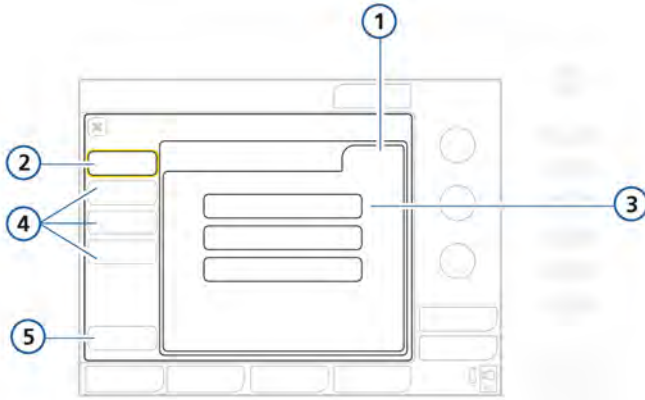

Figura I-9. Ventana de configuración de los ajustes
Aparecerá la ventana de configuración de ajustes General (figura I-9). Los botones del panel izquierdo cambiarán para que pueda acceder a las opciones de los ajustes.
5. Para seleccionar la configuración de este ajuste, toque el botón correspondiente (figura I-9):